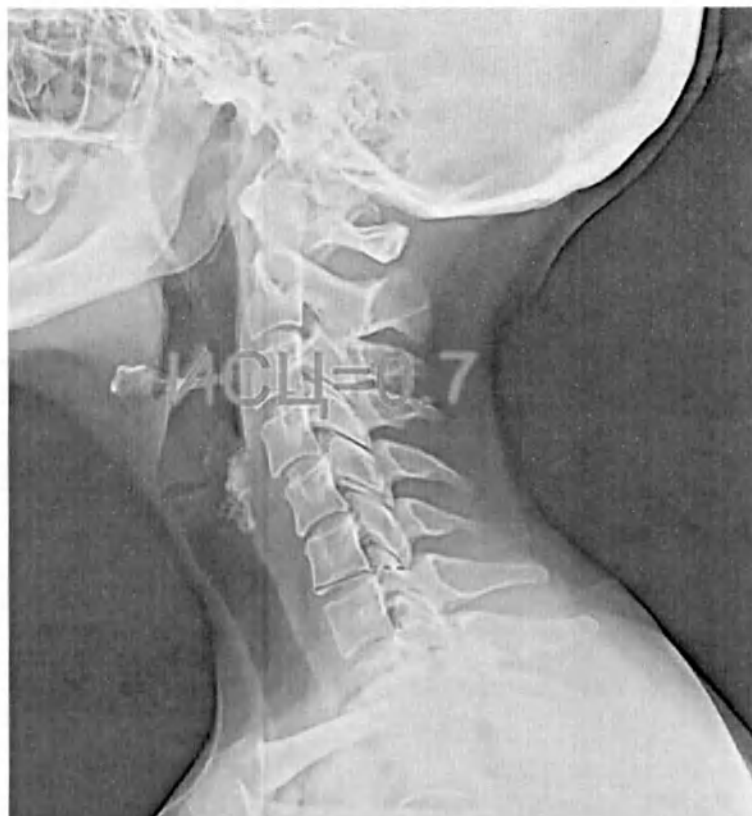

Рис. 126 Спондилоцервикальный индекс
- На изображении появится две параллельные линии (Рис. 126 Спондилоцервикальный индекс);